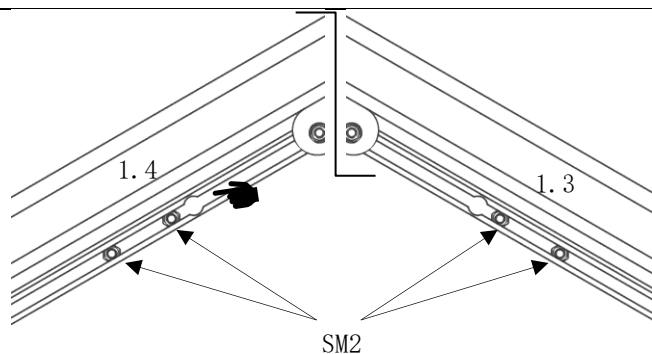

Abb. 19
- den Kopf der Sechskantschrauben (Pos. SM2) werden in die Montage-Bohrungen der Ortgangprofile (Pos. 1.3/1.4) eingeführt. (Abb. 19)